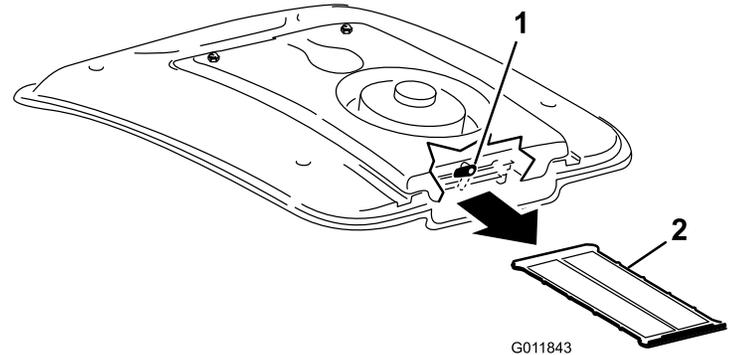

Figura 74
2. Ruotate di lato il dispositivo di chiusura sulla parte posteriore del supporto della ventola (Figura 74).
3. Estraiete la griglia A/C da sotto la serpentina refrigerante (Figura 74).
4. Pulite accuratamente la griglia con aria compressa (Figura 74).